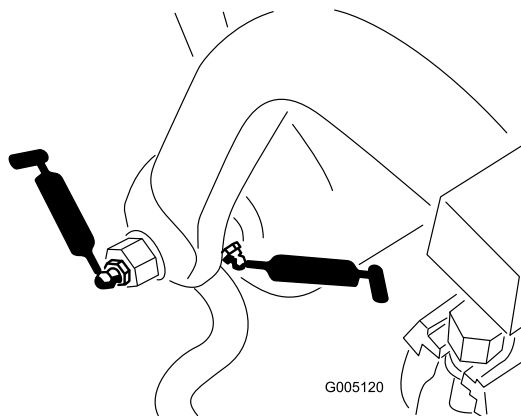

Figura 32
- Eje y rodillo del bastidor de tiro (12) (Figura 32)